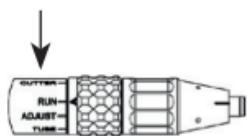

Abbildung 1
1. Die Aufsatzsicherungsmanschette drehen, um den Pfeil auf „ADJUST“ auszurichten (Abbildung 1).
3. Die Aufsatzsicherungsmanschette drehen, um den Pfeil auf „RUN“ auszurichten (Abbildung 1).
1. Die Aufsatzsicherungsmanschette drehen, um den Pfeil auf „CUTTER“ auszurichten (Abbildung 1).
3. Die Aufsatzsicherungsmanschette drehen, um den Pfeil auf „TUBE“ auszurichten (Abbildung 1).